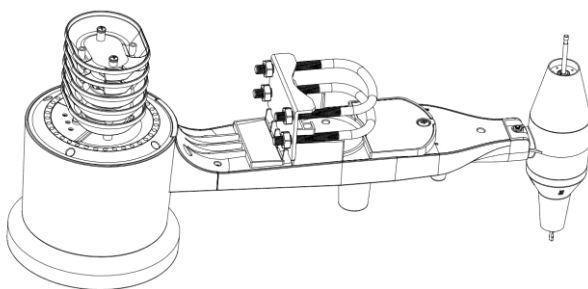

Abbildung 7: U-Bolzen und Muttern verbaut
- Verwenden Sie eine Schraube oder einen Nagel, um den Fernsensor an der Wand zu befestigen, wie links in Abbildung 7 gezeigt oder
- Hängen Sie den Fernsensor mit einer Schnur auf, wie rechts in Abbildung 7 gezeigt.